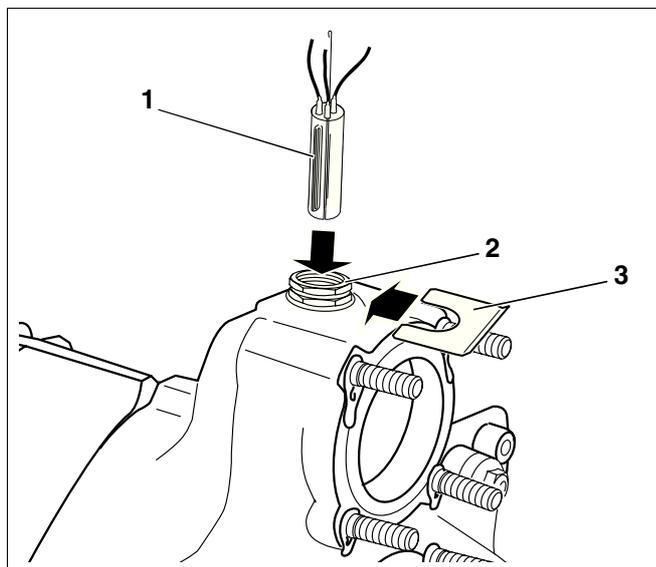

Рис. 45 Установка связки датчиков
Связка датчиков, подключенных к системе управления (три датчика, одна заглушка рис. 45, **поз. 1**), утапливается в гильзу R^{3/4}".
- Проложить капиллярные трубки датчиков к месту измерения в котле, там вставить датчики в гильзу (рис. 45, **поз. 2**) и закрепить, установив фиксатор (рис. 45, **поз. 3**).